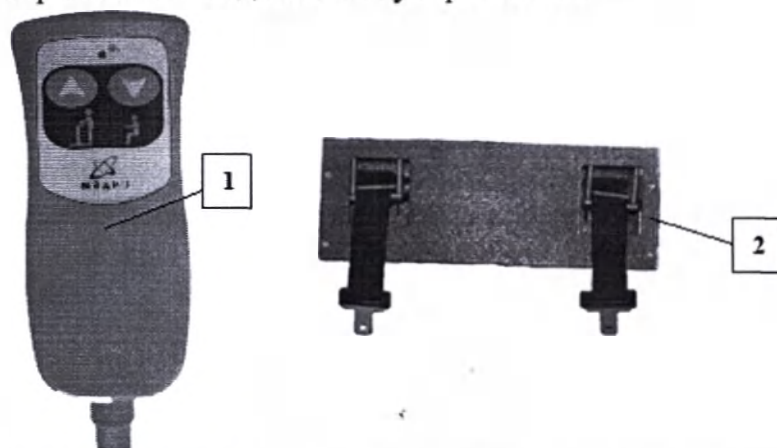

Рисунок 5 – Электрическое подъемное устройство с пультом управления
5.2.2 Электрическое подъемное устройство с пультом управления и системой ремней с поясом. Устройство предназначено для подъема пациента из сидячего положения (из инвалидной коляски) (рисунок 5 поз. 2). Пульт управления показан на рисунке 5 поз. 1.